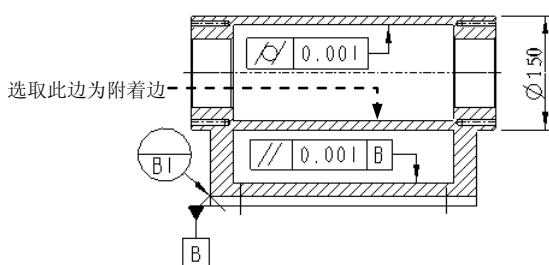

图 5.9.54 选取附着边
(4) 选取 **基准参照** 选项卡, 在 **首要** 子选项卡的 **基本** 下拉列表选取基准 **B**。
(5) 在 **公差值** 选项卡中, 接受系统默认的公差值 0.001。
(6) 单击“几何公差”对话框中的 **确定** 按钮。
Step4. 参照 Step2 中的操作将几何公差符号拖动到图 5.9.54 所示的位置。
Step4. 选取附着边并定义表面粗糙度值。选取图 5.9.54 所示的边为附着边, 系统在屏幕下方弹出消息输入窗口, 输入粗糙度值 3.2 后, 单击 **✓** 按钮或按 Enter 键完成标注。